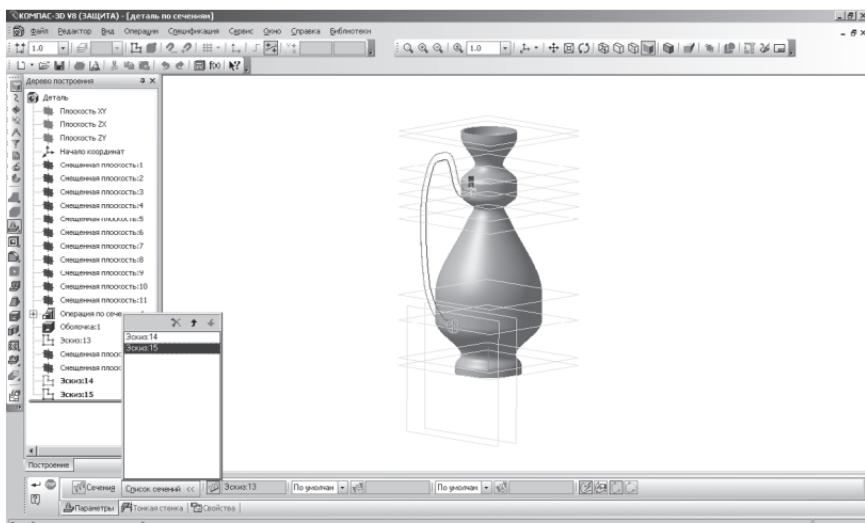

Рис. 273
- включите кнопку – **Осевая линия** и укажите в **Дереве построения** построение элемент **Эскиз: 13** (направляющая). На экране появится фантом ручки (рис. 273);